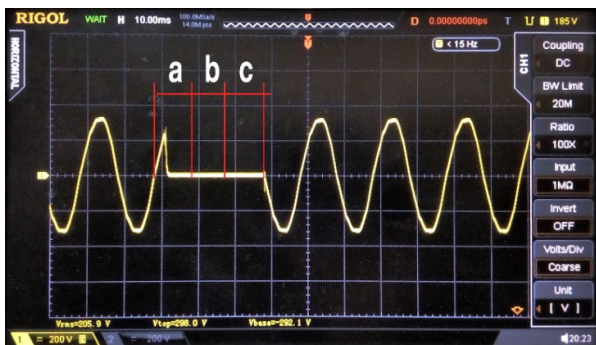

Рисунок 7
В обоих случаях переключение осуществляет двухкаскадным релейным переключателем (рисунок 7), гарантирующим отсутствие сквозных токов между источниками даже в условиях больших перенапряжений.
- b) Примерно 7 мс размыкается реле первого каскада на входе «А» (рисунок 7);
По умолчанию эта команда активна. При переключении с одного входа на другой, реле первого каскада (рисунок 7) будет замыкаться в момент нулевого значения напряжения на входе, на который переключается устройство.